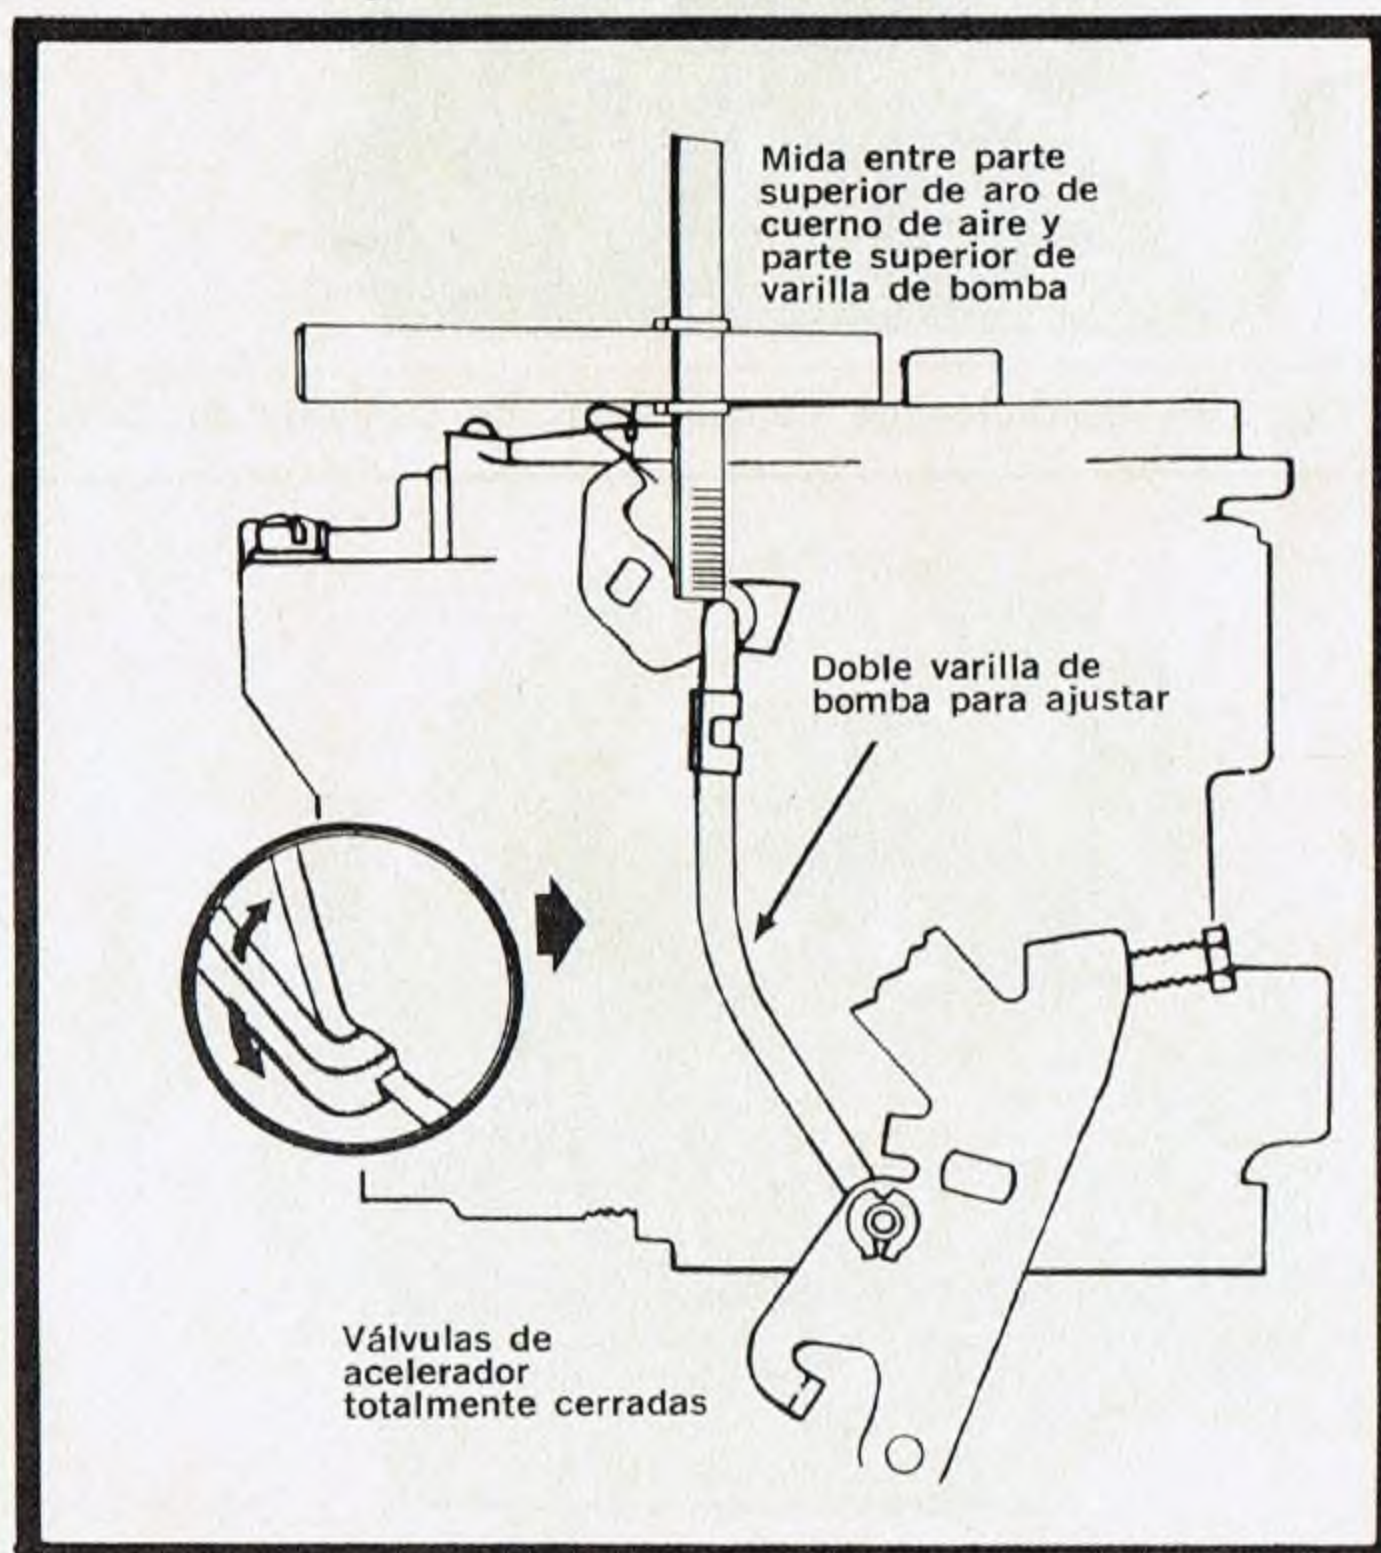

Fig. 35R—Orden de Tensión de Cuerno de Aire
- 1) Coloque el cuerno de aire en el tazón, asegurándose de que el émbolo de la bomba de aceleración esté colocado y moviéndose libremente. Alce el cuerno de aire y bájelo en línea recta hacia abajo para asegurar una instalación correcta. Instale los tornillos y apriételos bien, en el orden correcto (Fig. 35R).